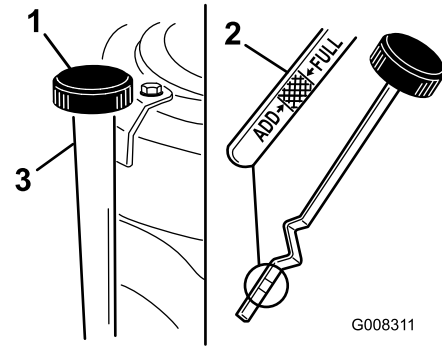

Figura 24
7. Pulite attorno all'asta di livello (Figura 24) in modo che la morchia non possa penetrare nel foro di rifornimento e danneggiare il motore.
8. Svitare l'asta di livello dell'olio e pulite l'estremità metallica (Figura 24).
9. Infilate a fondo l'asta di livello nel bocchettone di rifornimento (Figura 24).
11. Pulite la zona circostante l'asta di livello e svitate il tappo (Figura 24).
12. Versate lentamente nel tubo di rifornimento (Figura 24) l'80% circa dell'olio motore. Vedere Cambio dell'olio motore.